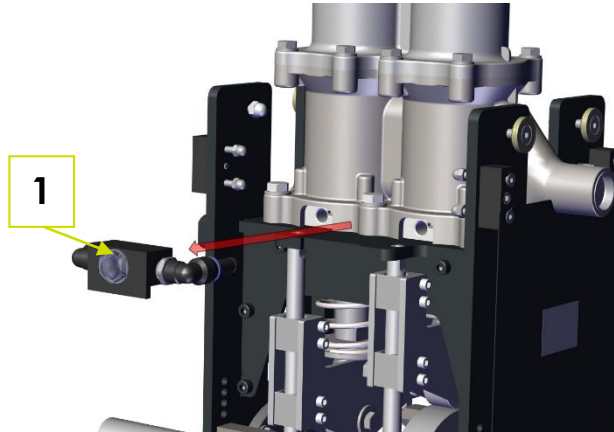

Fig. 5-1: Démontage de l'indicateur de fuite
1. Retirer l'indicateur de fuite (1) dans le sens de la flèche (Fig. 5-1 : Démontage de l'indicateur de fuite).